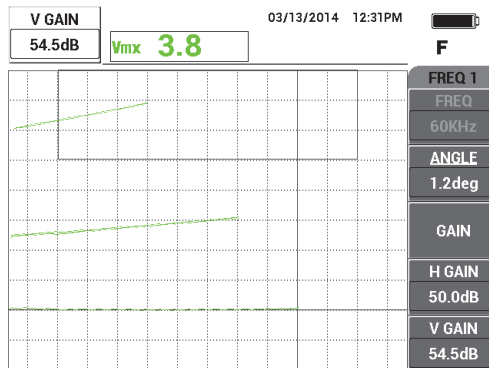

図 5-80 垂直ゲインの調整
- ゲインキー (**dB**) を 3 回押して **V ゲイン** パラメーターにアクセスし、続いて高いほうの信号が画面の高さ 90% に達するまでノブを使って垂直ゲインを上げます (187 ページの図 5-80 を参照)。